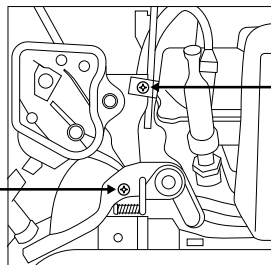

Рис. 9
5. Закрепите трос дроссельной заслонки (Рис. 9).